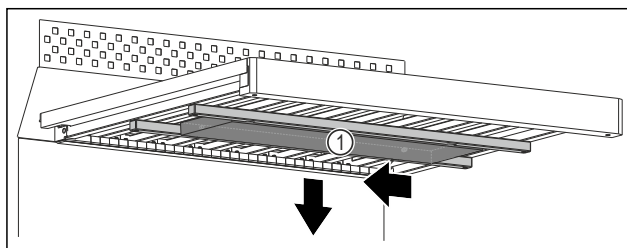

Fig. 105
- Nádržku na vodu *Fig. 105 (1)* posuňte doleva.
- Nádržku na vodu *Fig. 105 (1)* sejměte dolů.